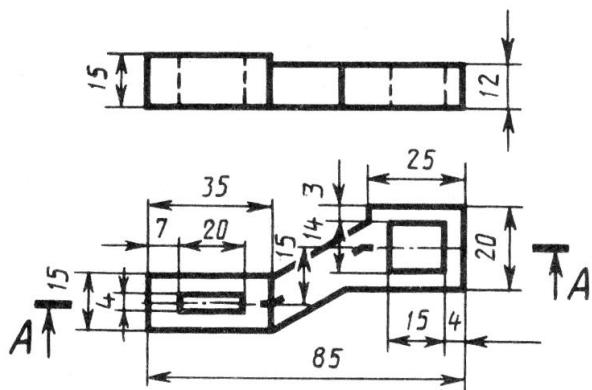

Рис. 2. Скоба.
1. По рис. 2 построить два изображения детали, выполнив ломанный разрез на месте соответствующего изображения.